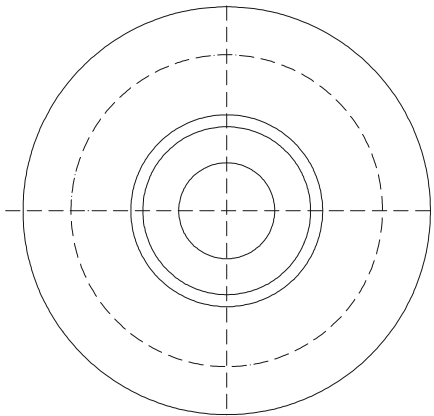

图 3-4-1
(1) 将“点划线”层置于当前图层，使用 XLINE 命令绘制中心线，再使用 CIRCLE、ARRAY 等命令绘制连接件主视图，如图 3-4-1 所示。其具体操作如下：